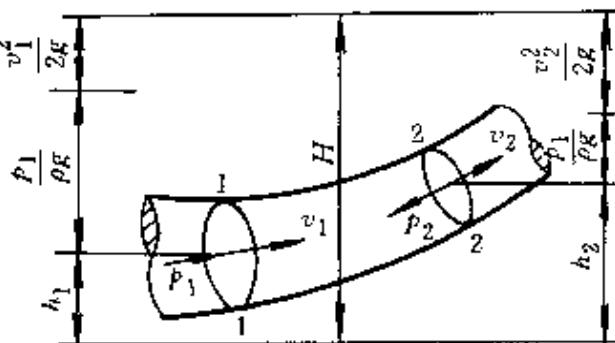

图 1-7 伯努力方程示意图
换，并且液体在管内的任何位置，这种能量的总和是一定的，其方程式（参见图 1-7）为：
①在密封管道内做稳定流动的理想液体具有三种形式的能量，即压力能、动能和位能，它们之间可以互相转换，并且在管道内任意处的这三种能量总和是一定的，因此也称为能量守恒。
②在伯努利方程中， $\frac{P}{\rho g}$ 、 $h$  和  $\frac{v^2}{2g}$  都是长度的量纲，一般分别称为压力头、位置头和速度头，三者之和为一常数，用  $H$  表示。在图 1-7 中各点的  $H$  值连线为一水平线，表示管道内任一处的三种能量之和是相等的。
③若管道水平放置 ( $h_1 = h_2$ )， $\frac{P_1}{\rho g} + \frac{v_1^2}{2g} = \frac{P_2}{\rho g} + \frac{v_2^2}{2g}$ ，表明液体的流速越高，它的压力就越低，即截面细的管道，流速较高，压力较低；截面粗的管道，则流速较低，压力较高。